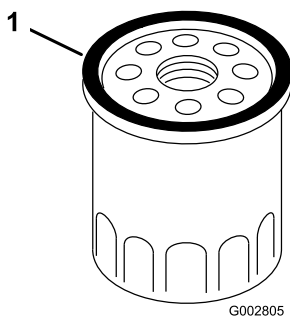

Figure 24
7. Avec les doigts, appliquez de l'huile sur le joint du nouveau filtre (Figure 24).